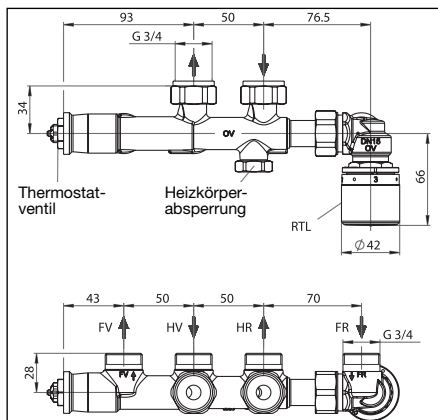
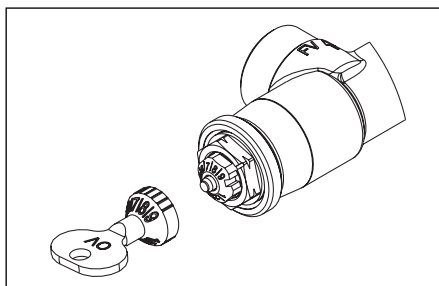

Abb. 3 Abmessungen Anschlussarmatur
Abb. 10 Voreinstellung Thermostatventil
Der Heizkörper ist unter Beachtung der Einbaumaße (Abb. 3) zu befestigen. Hierzu ist zudem der spätere Wandaufbau (z.B. Fliesen) zu berücksichtigen. Die Rohrleitungen des Heizkreises entsprechend abblängen.
Vor der Inbetriebnahme muss die Anlage aufgefüllt und entlüftet werden. Dazu ist zunächst die Voreinstellung des Thermostatventils in die größte Position zu drehen (Voreinstellung '9', Abb. 10).
Das Thermostatventil (Abb. 3) auf die berechnete Voreinstellung mit Gabelschlüssel SW 13 oder mit Spezialschlüssel einstellen (Abb. 10).
Den Rücklauftemperaturbegrenzer (Abb. 3) auf den festgelegten Sollwert (Werkseinstellung: $3 \approx \text{ca. } 30^\circ\text{C}$) einstellen.
2. Schutzkappe von der Heizkörperabsperung (Abb. 3) entfernen.